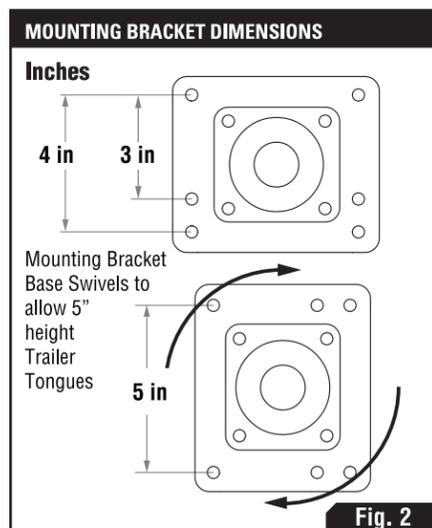

Fig. 2
2. Adjust the Mounting Bracket **Fig. 2** for to match the desired trailer tongue height.
2. Réglez le support de fixation Fig. 2 pour faire correspondre la hauteur voulue de la fourche d'attelage de la remorque.